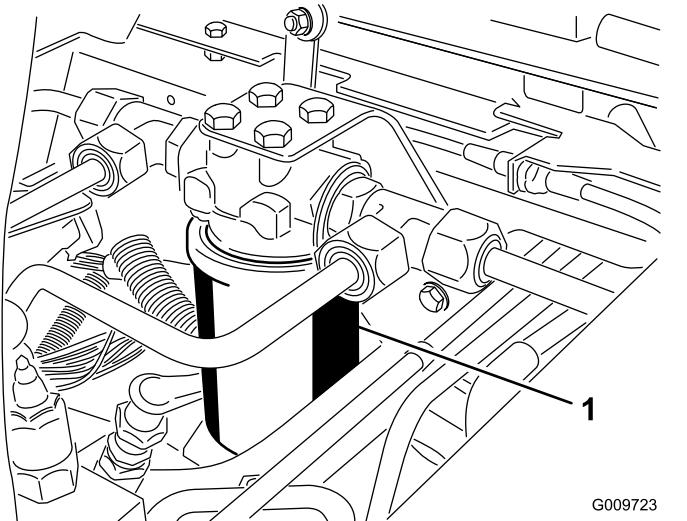
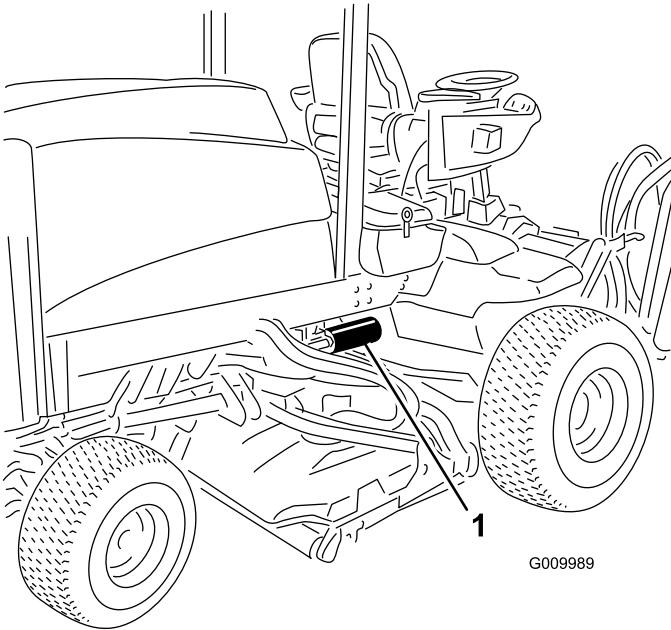

Figura 76
Figura 77
2. Limpe a zona em torno da montagem do filtro. Coloque um recipiente de escoamento debaixo do filtro e retire o filtro (Figura 76 e Figura 77).